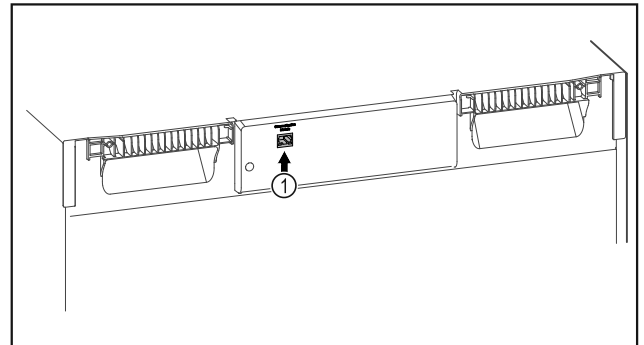

Fig. 89
- SmartModule Fig. 89 (1) este instalat.